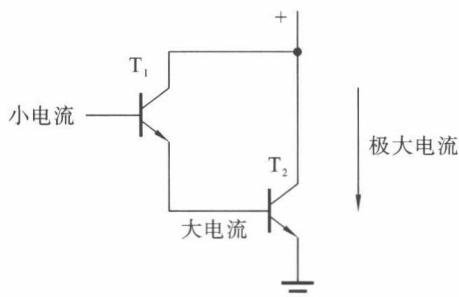

图 1.9 达林顿管(放大电路)
② 放大作用 三极管的另一个重要作用是放大作用。这个作用对于读出计算机输入的微弱电压是有用的,但必须将此微弱电压增强才能驱动负载部件。有些放大电路使用达林顿管,如图 1.9 所示,这种电路将两个三极管连在一起,三极管 T_1 用做前置放大管,它产生推动三极管 T_2 的电流。三极管 T_2 是次级放大管,它与控制电路是隔离的,它将电流增强到驱动负载部件所需的数值。电子点火系统的控制模块大多采用这种放大电路。